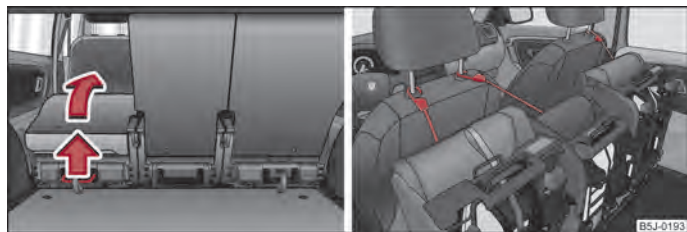

Fig. 39 Ribaltamento completo dei sedili / bloccaggio dei sedili ribaltati
- Tirare la leva ⇒ fig. 39 verso l'alto e ribaltare il sedile completamente in avanti.
- Bloccare il sedile ribaltato con l'aiuto di una cintura di sicurezza sull'asta di guida del poggiatesta del sedile anteriore ⇒ fig. 39 lato destro.